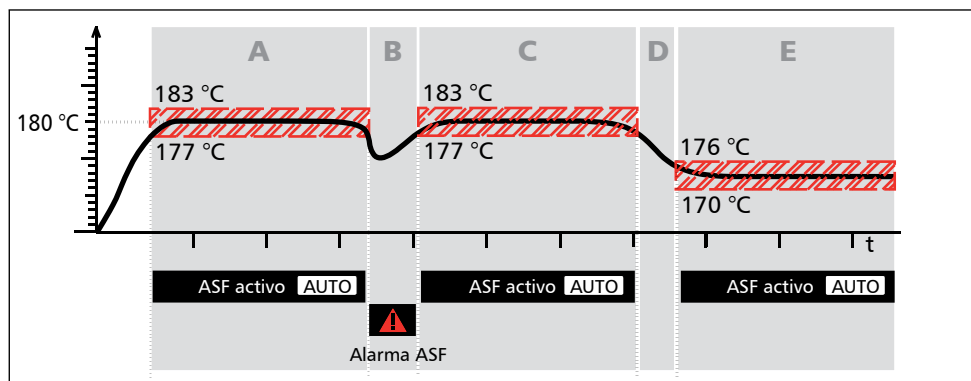

Fig. 20 Representación esquemática del modo de funcionamiento de la vigilancia de temperatura ASF
ASF es un dispositivo de control que efectúa un seguimiento automático del valor nominal de temperatura definido en una banda de tolerancia ajustable (Fig. 20).
Al salir de la banda de tolerancia ajustada alrededor del valor nominal (en el ejemplo de la Fig. 20 $180\text{ °C} \pm 3\text{ K}$), p. ej., al abrir la puerta en funcionamiento, (sección B de la ilustración), se activa la alarma. La alarma ASF se apaga automáticamente tan pronto como se alcanza de nuevo el 50% de la banda de tolerancia del valor nominal ajustado (en el ejemplo $180\text{ °C} \pm 1,5\text{ K}$) (sección C).
3. Apague el equipo (Fig. 20).